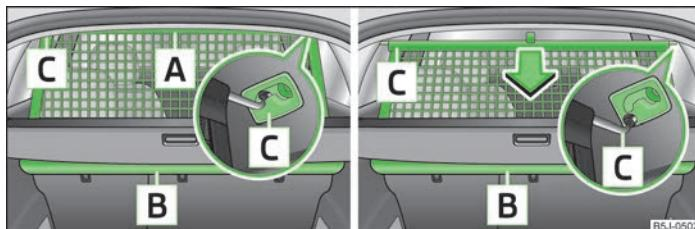
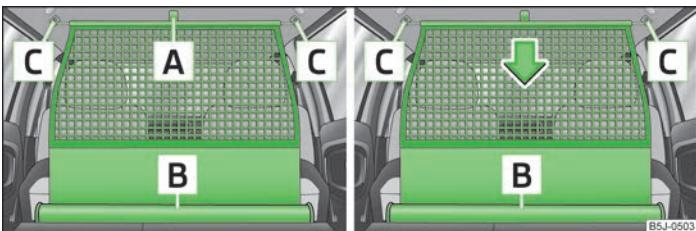

Fig. 53 Retirar/enrollar la red de separación
Fig. 54 Retirar/enrollar la red de separación
- ¡Asegurarse de que la barra transversal está insertada en los alojamientos C » fig. 53 de la página 59 o » fig. 54 de la página 60 en la posición delantera!
- Tirar de la red de separación por la lengüeta A » fig. 53 y sacarla de la caja B en la dirección de las fijaciones C.
- Tirar de la barra transversal un poco hacia atrás, primero en un lado y seguidamente en el otro lado, y sacarla los alojamientos C » fig. 53.
- Tirar de la red de separación por la lengüeta **A** » fig. 54 y sacarla de la caja **B** en la dirección de las fijaciones **C**.
- Tirar de la barra transversal un poco hacia atrás, primero en un lado y seguidamente en el otro lado, y sacarla los alojamientos **C** » fig. 54.